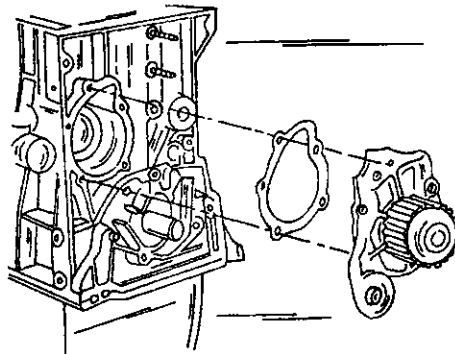

Рис. 88. Установка водяного насоса.
- Установить водяной насос с новой прокладкой (Рис. 88) и затянуть пять болтов моментом 15 нм.